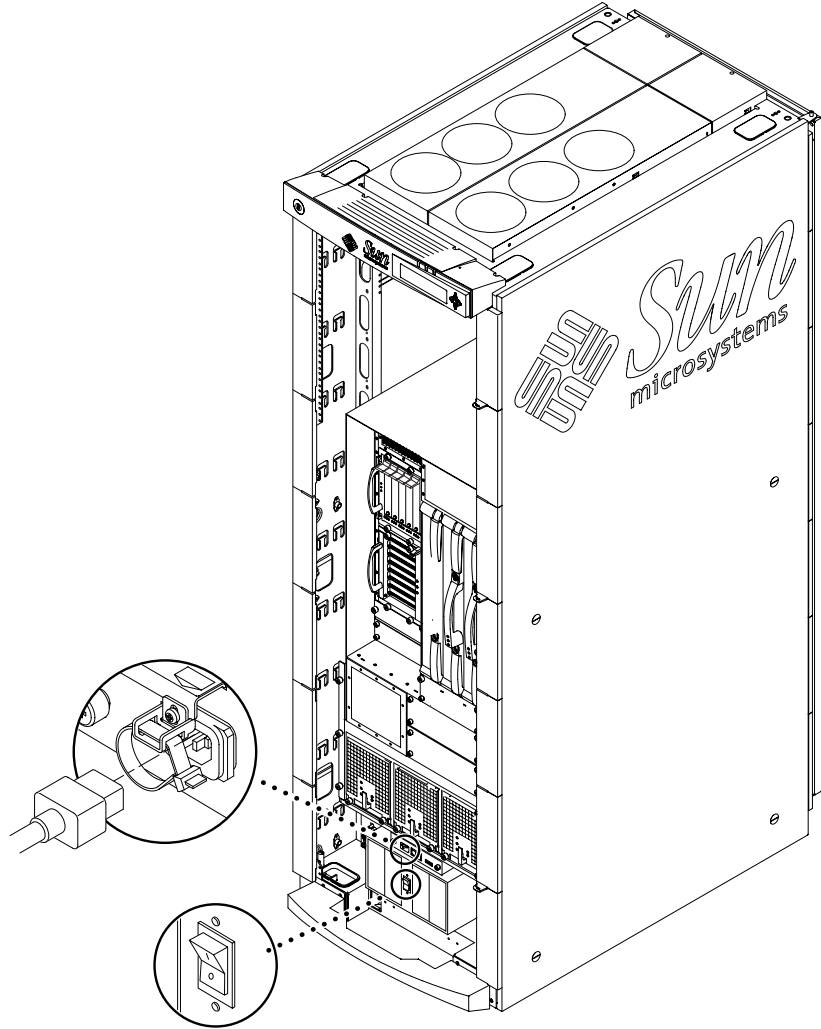

图 1-5 安装在 Sun Fire 4810 系统上的机柜的电源开关位置
1. 确保 Sun Fire 机柜 上的各个电源开关均设为关闭（图 1-5）。
2. 确保 Sun Fire 4810 系统上的每个电源开关都设置为关 (off)（图 1-5）。